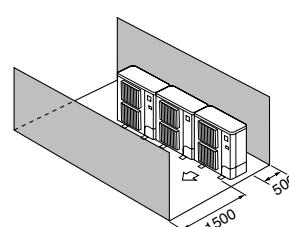

Fig. 2-11
④ Yalnızca önündeki ve arkadaki engeller (Fig. 2-11)